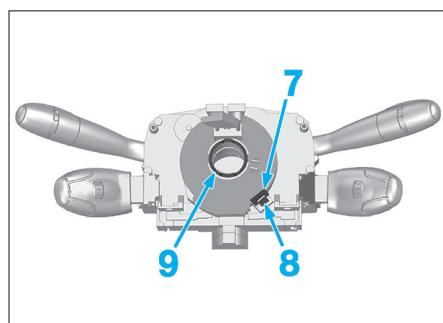

Fig. 7
- Appuyer au centre du contacteur spirale (9) (Fig.7).